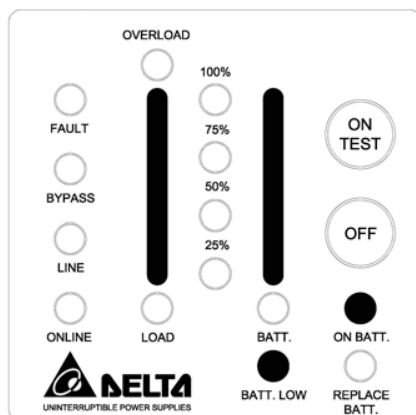

Рис. 4-7. Индикация разряженного состояния батареи
- **БАТАРЕЯ РАЗРЯЖЕНА.** Сигнализация оповещает пользователя о величине оставшегося заряда батарей. При разряде батареи ниже определённого уровня ИБП подаёт звуковой сигнал длительностью 0,5 сек через каждые 1,5 сек, пока батарея не разрядится полностью. См. рис. 4-7.